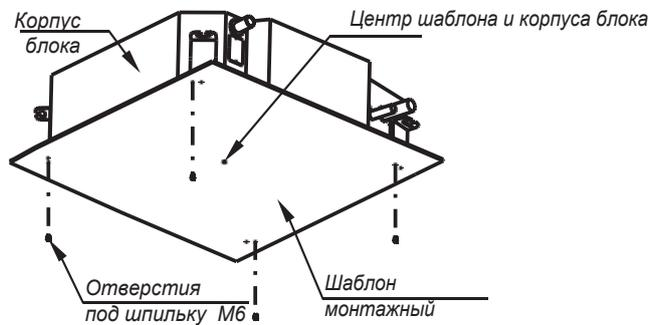

Рис. 2.10
1. В подвесном потолке необходимо подготовить размером 880x880мм в соответствии с размерами монтажного шаблона (рис.2.10)